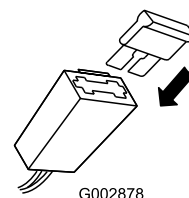

Figura 41
2. Instale el fusible en el portafusibles (Figura 41).